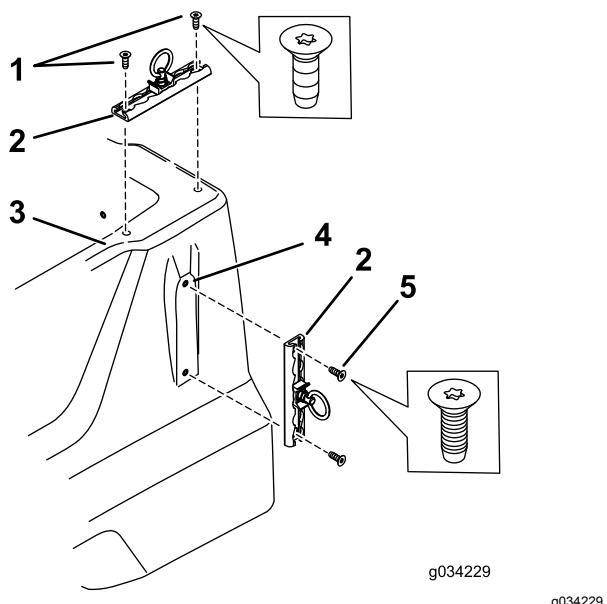

Bild 3
1. Befestigen Sie die Halterung mit zwei Schrauben an den in **Bild 2** abgebildeten Stellen (**Bild 3**).